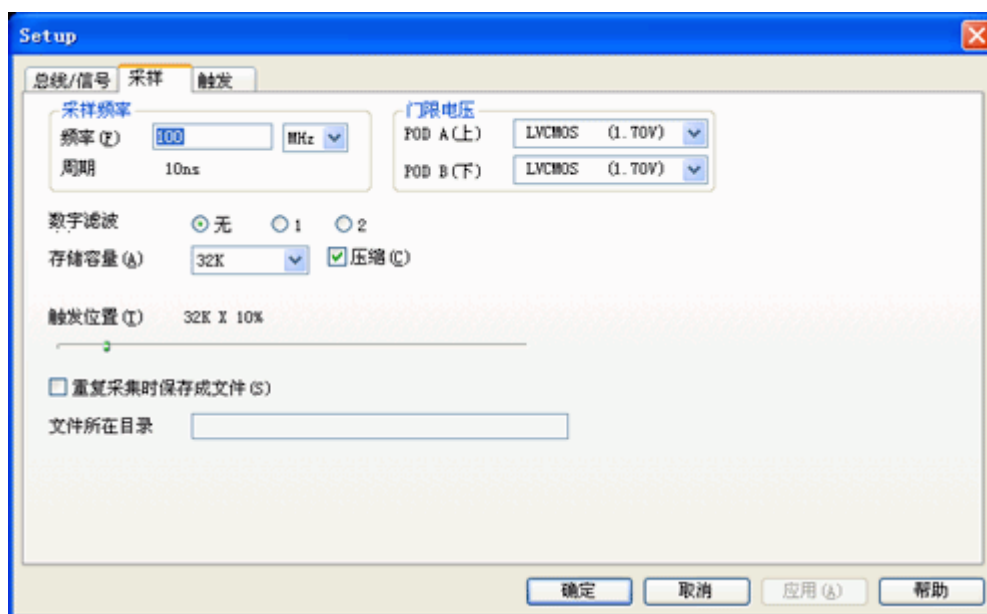

图 6.22 采样设置对话框
(2) **位置**：“位置”以采集点为单位来表示。例如：M1在第40个采集点处，采集点的周期根据采集时所设定的采样频率不同而不同。例如：图 6.22中采样频率区域中的频率选项设置为100MHz，周期为10ns。则表示相隔10ns为一个采集点。